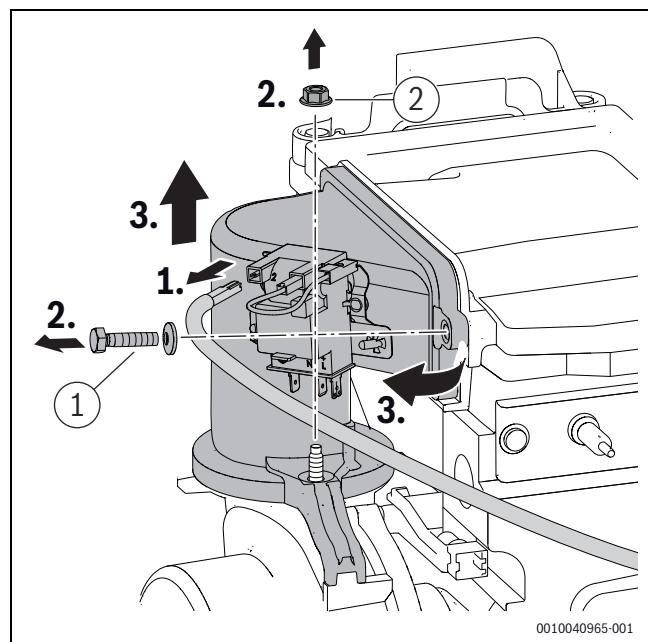

Рис. 61 Демонтаж смесительного устройства
- ▶ Затяните винт и гайку ([1] и [2], рис. 61) на смесительном устройстве с моментом $5,5 + 0,5 \text{ Н}\cdot\text{м}$.